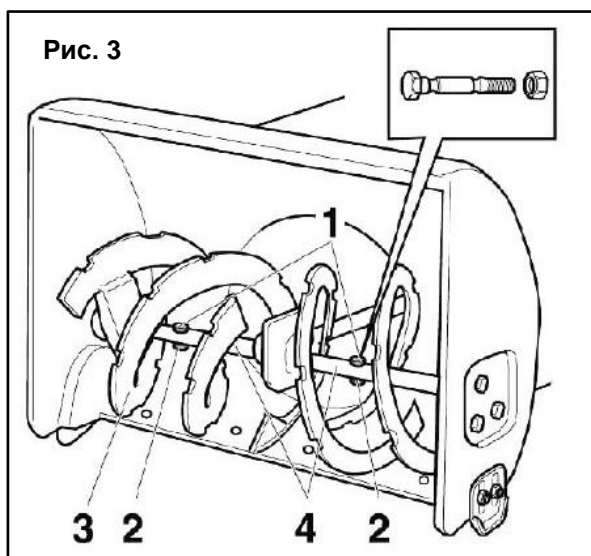

Рис. 3
- Шнеки (3) (См. Рис. 3) снегоуборочника крепятся к валу (4) с помощью срезных болтов (1) и контргайк (2). Срезные болты имеют ослабленное сечение и при попадании в шнек посторонних предметов они срезаются, предохраняя редуктор снегоуборочника от разрушений. Срезные болты (1) и контргайки (2) должны заменяться только оригинальными болтами и гайками.